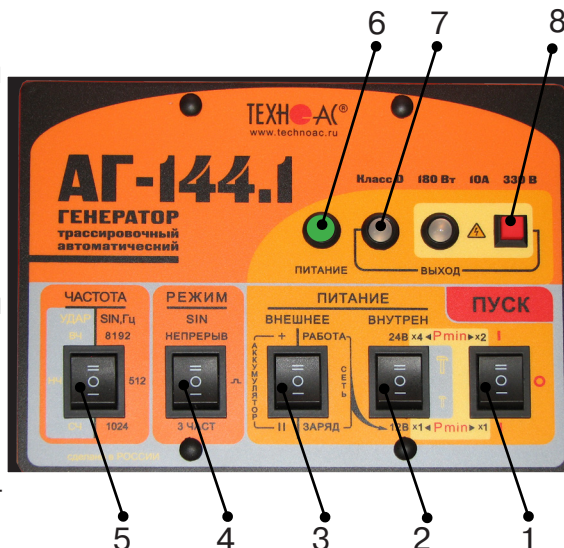

рис. 2.3
Включить питание клавишей включения питания поз.1 **рис.2.3** в одно из положений «|», в зависимости от выбираемой мощности. При свечении индикатора «Питание» поз.6 желтым цветом следует зарядить внутренние аккумуляторы, свечение зеленым цветом - можно приступать к работе.
1) Открыть крышку. Выбрать переключателем «ЧАСТОТА» поз. 5 **рис.2.3** необходимую частоту синусоидальной генерации (512 / 1024 / 8192Гц).
2) Выбрать переключателем «РЕЖИМ SIN» поз. 4 **рис.2.3** необходимый вид синусоидальной генерации (непрерыв//3част).
Переключатель поз.3 **рис.2.3** установить в положение «работа».
Переключателем напряжения внутреннего питания поз.2. **рис.2.3** установить первый коэффициент выбора мощности генерации.
4) Включить питание клавишей включения питания поз.1 **рис.2.3** в положение соответствующее второму коэффициенту выбора мощности
5) Начнется генерация и автосогласование с постепенным возрастанием напряжения на выходе. Здесь следует наблюдать за цветом индикатора «ВЫХОД» поз.7 **рис.2.3**. Если автосогласование закончилось зеленым свечением – заданная мощность достигнута. Если желтым – сопротивление нагрузки слишком велико для заданной мощности при выходном напряжении ограниченном «по умолчанию» на «безопасном» уровне 24 В.
Для запуска «неограниченного» режима следует включить питание (переключателем «ПУСК») при нажатой красной кнопке «» поз.8 **рис.2.3** и удерживать ее до засвечивания красного индикатора «». Мигание этого индикатора обозначает потенциальную «опасность». Непрерывное свечение обозначает реальное наличие на выходе напряжения $\geq 24\text{В}$.
1) Выключить питание генератора клавишей включения питания поз.1 **рис.2.3**, установив ее в положение «0».